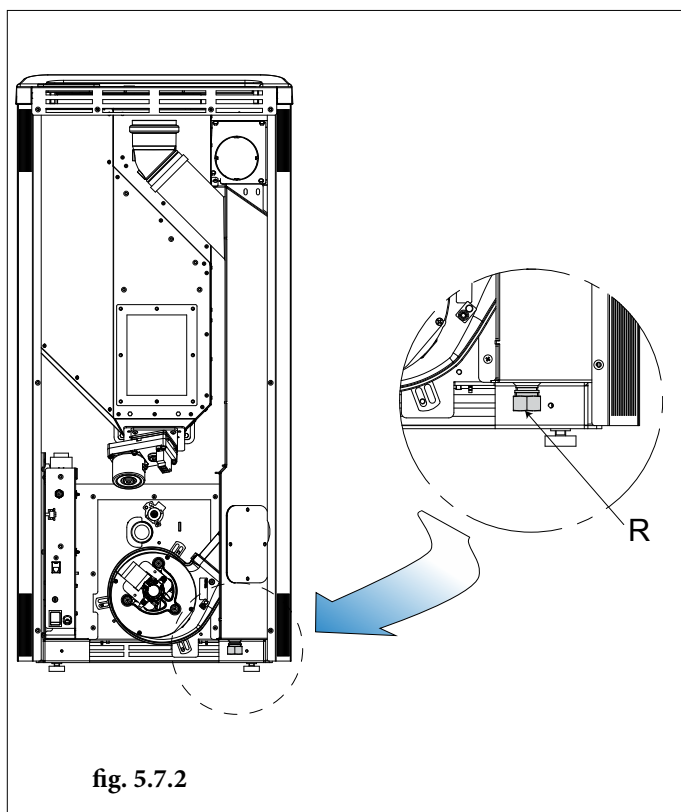

fig. 5.7.2
5.7.2 Im sehr unwahrscheinlichen Fall, dass es erforderlich sein sollte, ist als weitere Sicherheitsmaßnahme ein Gewindestutzen mit Verschlusskappe vorgesehen, um ein Abflussrohr für Kondenswasser zu verbinden (Fig. 5.7.2).